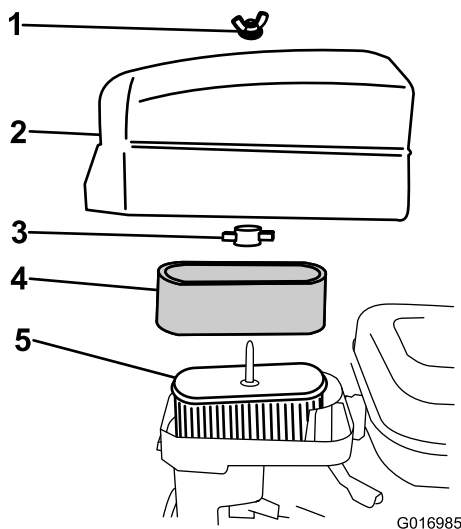

Figura 32
4. Si el elemento de gomaespuma está sucio, retírelo del elemento de papel (Figura 32) y límpielo de la manera siguiente: